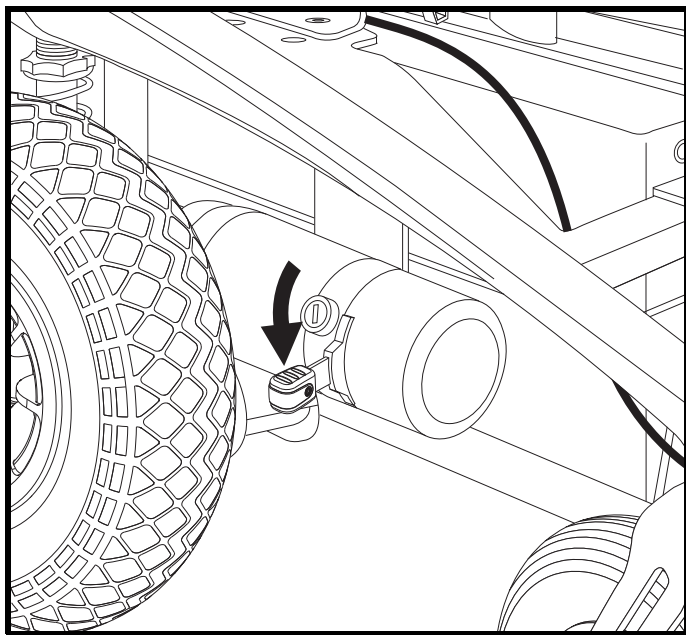

Figure 7. Mode « roues libres » (débrayé)
1. Poussez les deux leviers vers le bas pour débrayer le fauteuil et passer au neutre (moteurs désengagés). Voir la figure 7.